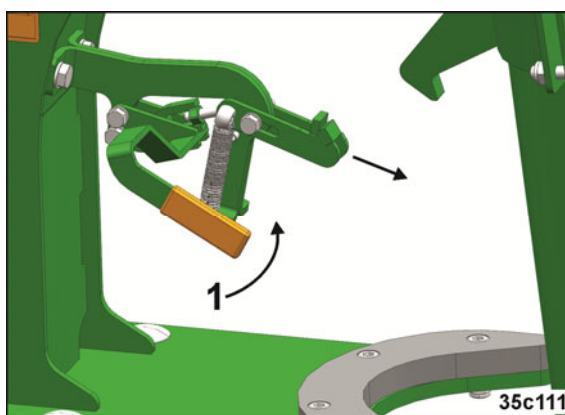

Рис. 231
3. Разблокируйте транспортный фиксатор (Рис. 231/1).